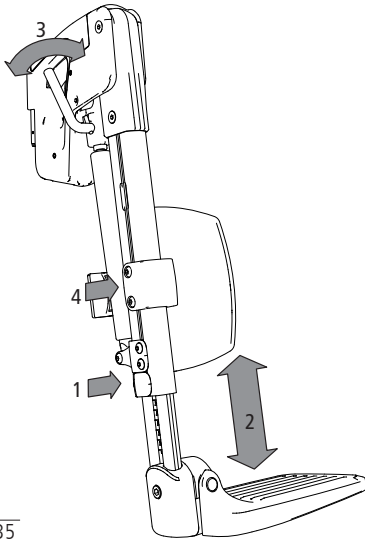

Abb. 35
1. Lösen Sie die Innensechskantschraube rückseitig (1, Abb. 35).
2. Nun können Sie das Beinstützen-Unterteil in der Höhe verstellen (2, Abb. 35). Ist die gewünschte Position gewählt, können Sie die Feststellschraube wieder arretieren.
3. Um den Winkel der Beinstütze zu ändern ziehen oder drücken Sie den Hebel (3, Abb. 35). Der Winkel lässt sich stufenlos über eine Gasdruckfeder verstellen.
4. Durch lösen der Feststellschrauben (4, Abb. 35) am Polster können Sie das Wadenpolster in der Höhe einstellen.